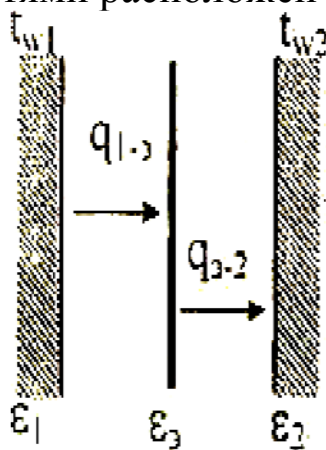

Рис.6.2. Лучистый теплообмен между поверхностями с одним экраном
2) Между поверхностями расположен ОДИН экран (рис.6.2):